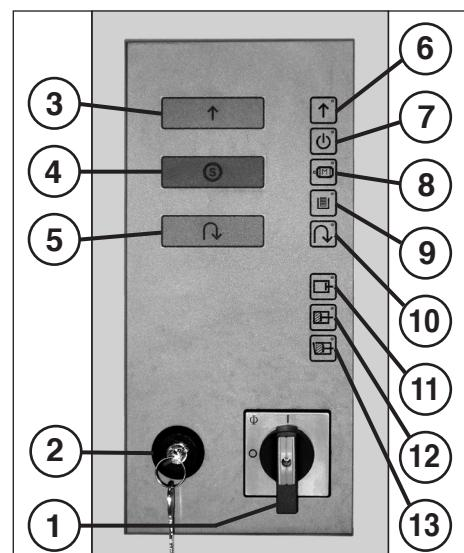

Fig. 5
- Desbloquear el interruptor de bloqueo (2) y pulsar el pulsador de "Avance del mecanismo de corte" (3) (fig. 5).
ELEMENTOS DE MANEJO (fig. 5, 6):